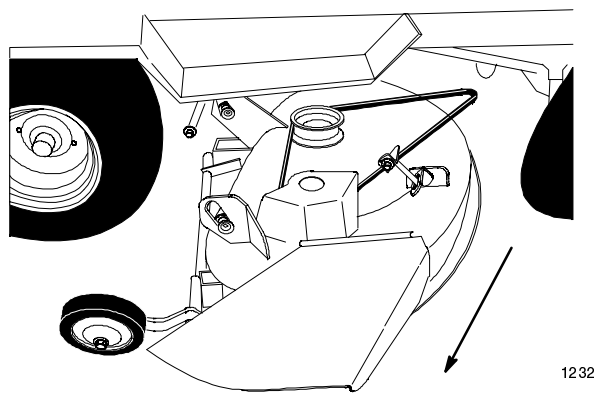

Figure 17
8. Braquez les roues avant complètement à gauche et relevez le levier de commande d'accessoire à la position verrouillée, comme expliqué dans la Notice d'utilisation du tracteur. Sortez le plateau de coupe de sous le châssis en le faisant glisser vers la droite (Fig. 17).